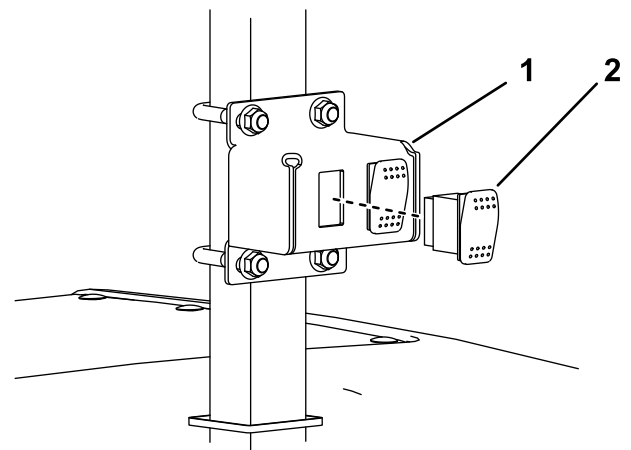

図 6
8. **図 6**のように、ビーコンのスイッチをワークライトスイッチアセンブリに取り付ける。